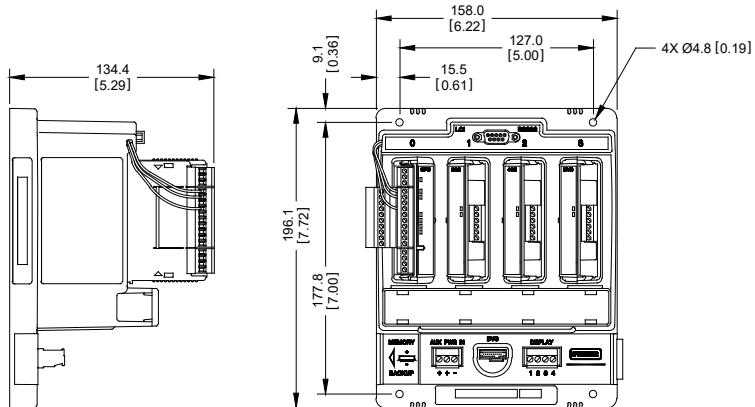

Figure 2. Dimensions du FB107
- **Modèle principal uniquement.** Positionnez comme souhaité sur la plaque de montage du coffret et repérez l'emplacement des orifices de fixation sur la plaque en utilisant le FB107 comme modèle. Pour connaître les dimensions du FB107, consultez la Figure 2. Percez et taraudez des trous de montage dans la plaque à l'aide d'un taraud fileté UNC 8-32. Positionnez le FB107 sur les emplacements taraudés et fixez-le à la plaque à l'aide des quatre vis 8-32 UNX x 1,00 in. de long fournies. Serrez les vis au couple de 1,1 à 1,4 N.m environ.